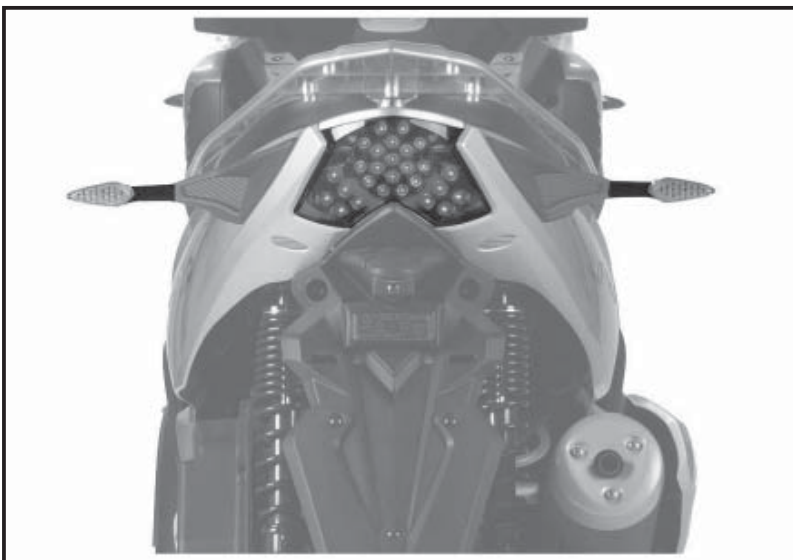

Fig. 02
6.16 GROUPE OPTIQUE ARRIERE (Fig. 02)